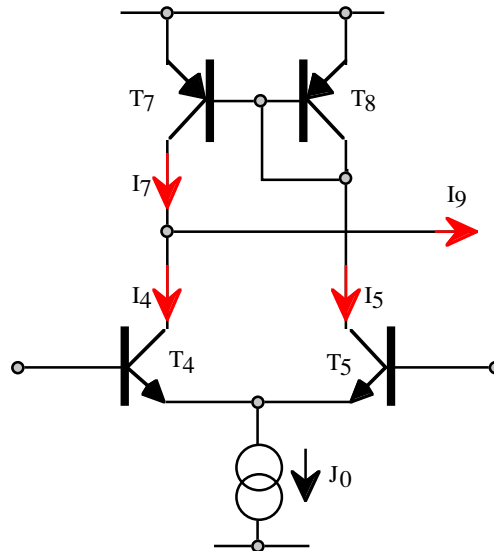

Figure 6
5. La figure 6 représente l'étage de sortie de l'O.T.A., où les collecteurs des transistors T_4 et T_5 de l'amplificateur de Gilbert, sont chargés par un miroir de courant formé par T_7 , T_8 . Donner l'expression de i_o/v_e , v_e étant toujours la variation de V_e , tension d'entrée de l'O.T.A.